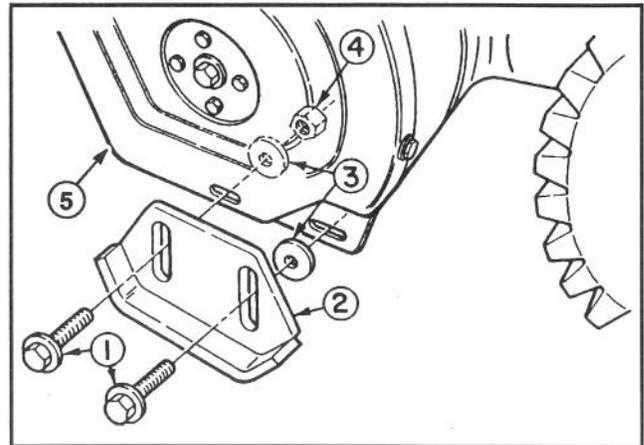

Abbildung 8
3. Die (2) Flanschbolzen und Unterlegscheiben entfernen, die die Enden der Schürfleiste an den Seitenblechen befestigen (Abb. 8). Bolzen durch die hinteren Schlitze wieder in die Kufen einführen. Beide Kufen so montieren, daß sich die Unterlegscheiben zwischen Kufe und Seitenblech befinden (Abb. 8). Bolzen nicht anziehen.
4. Die (2) Flanschbolzen durch die vorderen Kufen-Schlitze und durch die Seitenbleche führen. Flache Unterlegscheiben und Befestigungsmuttern auf Innenseiten der Seitenbleche montieren. Bolzen nicht anziehen.